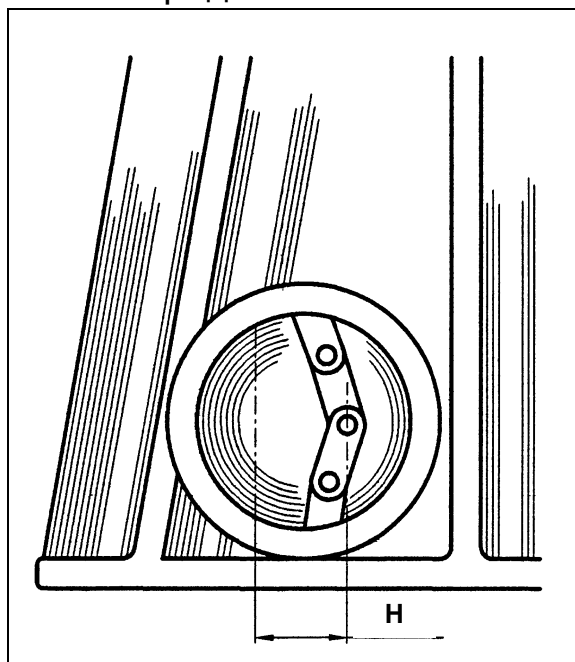

Рисунок 27 – Регулировка натяжения цепи коробки реверса
- разворотом диска ведомого шкива против часовой стрелки до упора натяните цепь, разворотом диска по часовой стрелке – расслабьте. Разность указанных положений цепи Н (рисунок 27) должна составлять 1...7 мм;
- разворотом диска ведомого шкива против часовой стрелки до упора натяните цепь, разворотом диска по часовой стрелке – расслабьте. Разность указанных положений цепи Н (рисунок 27) должна составлять 0...10 мм; Натяжение цепи можно проверить по люфту ведомого шкива вариатора. Включите передачу «вперед». Замеренный по наружному диаметру ведомого шкива люфт должен составлять 0...55 мм.
- установить рычаг переключения коробки реверса в положении "вперед" и выполнить проверку натяжения цепи путем контроля разности ее люфта Н (рисунок 27) при приложении горизонтального усилия как было указано выше;